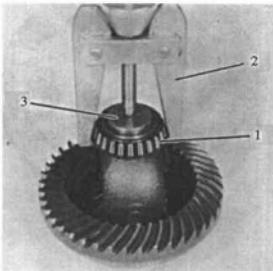

图 13-15
(12) 检查主动齿轮以及差速器总成上的从动齿轮，齿面上是否有裂纹，严重剥落，深度深点以及断齿等缺陷。若有上述缺陷时，则应进行更换。
(13) 拔出主动齿轮油封。检查油封唇口处是否有严重磨损、变形、老化等缺陷。如有上述缺陷时，则需更换。
(14) 取出主动齿轮前轴承内圈，并用专用工具敲出主动齿轮前后轴承外圈，检查前后轴承的内外滚道，以及滚子等是否有严重磨损、烧损等现象。轴承转动时是否灵活、平稳，否则应更换。
(15) 用专用工具拉出差速器右侧轴承及调整垫片(图13-15)。